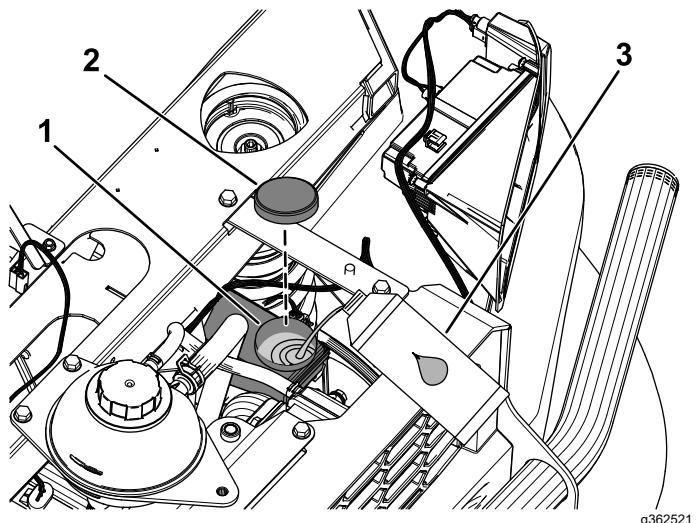

Bild 122
A. Reinigen Sie den Bereich um den Behälterdeckel und nehmen den Deckel ab (Bild 122).
C. Schrauben Sie den Behälterdeckel wieder auf (Bild 122).